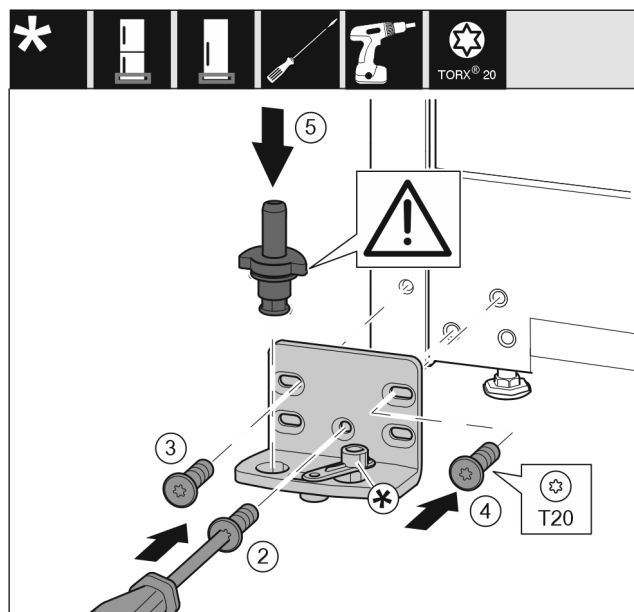

Fig. 16
- ▶ Applicare il blocco di supporto sull'altro lato e avvitare con un cacciavite T20. Iniziare dalla vite 2 in basso al centro. Fig. 16 (2)
- ▶ Serrare la vite 3 e 4. Fig. 16 (3,4)
- ▶ Inserire completamente il perno di supporto. Fare attenzione che la cappa di arresto sia rivolta verso il lato posteriore. Fig. 16 (5)